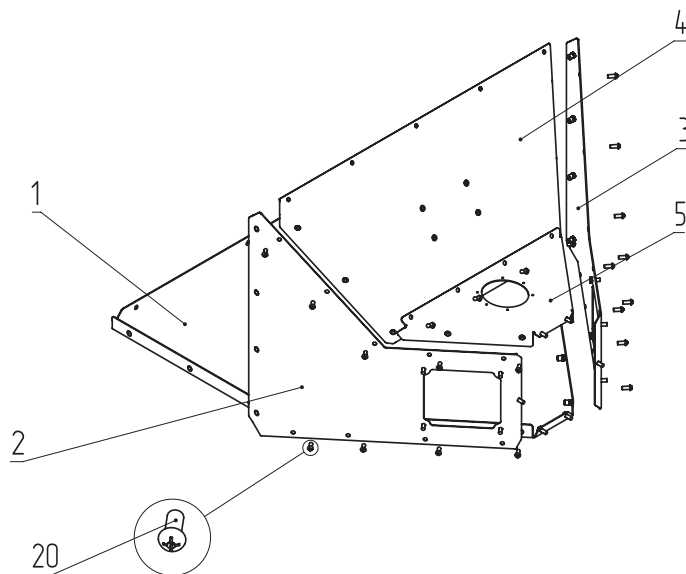
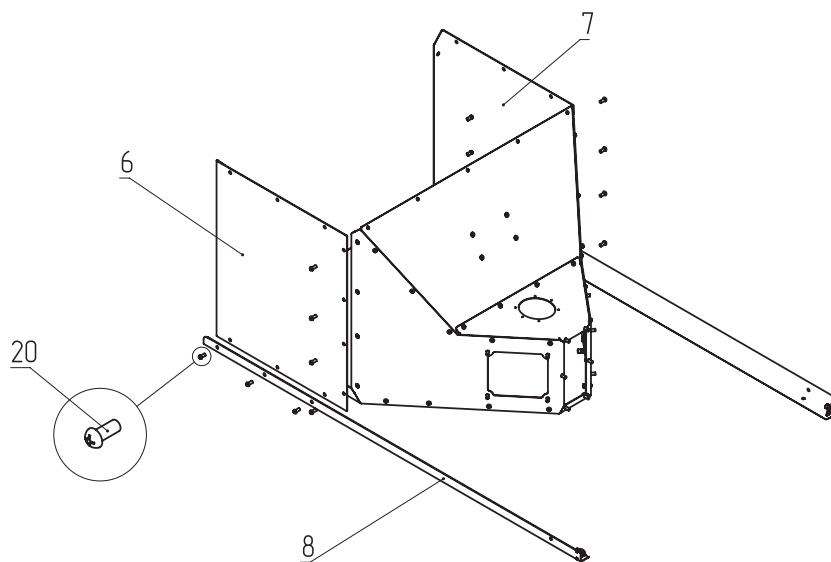
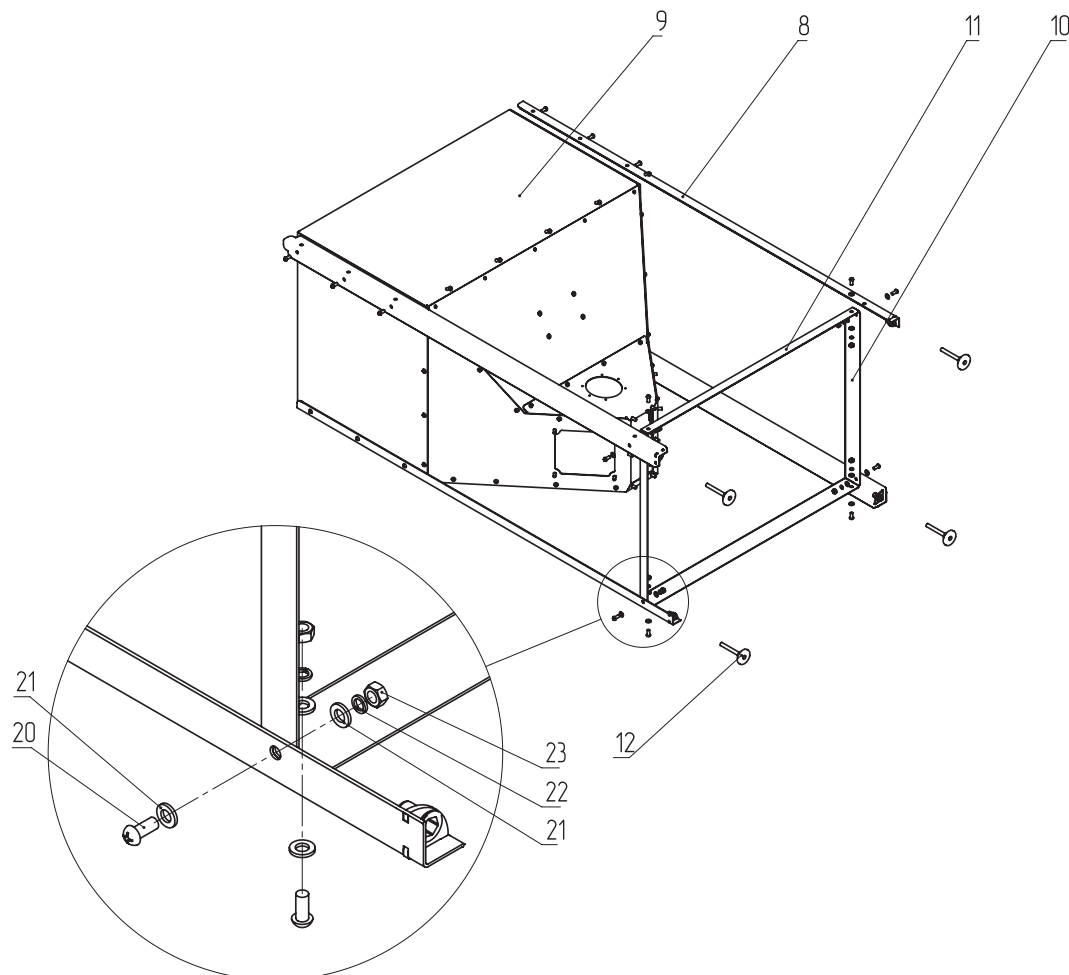
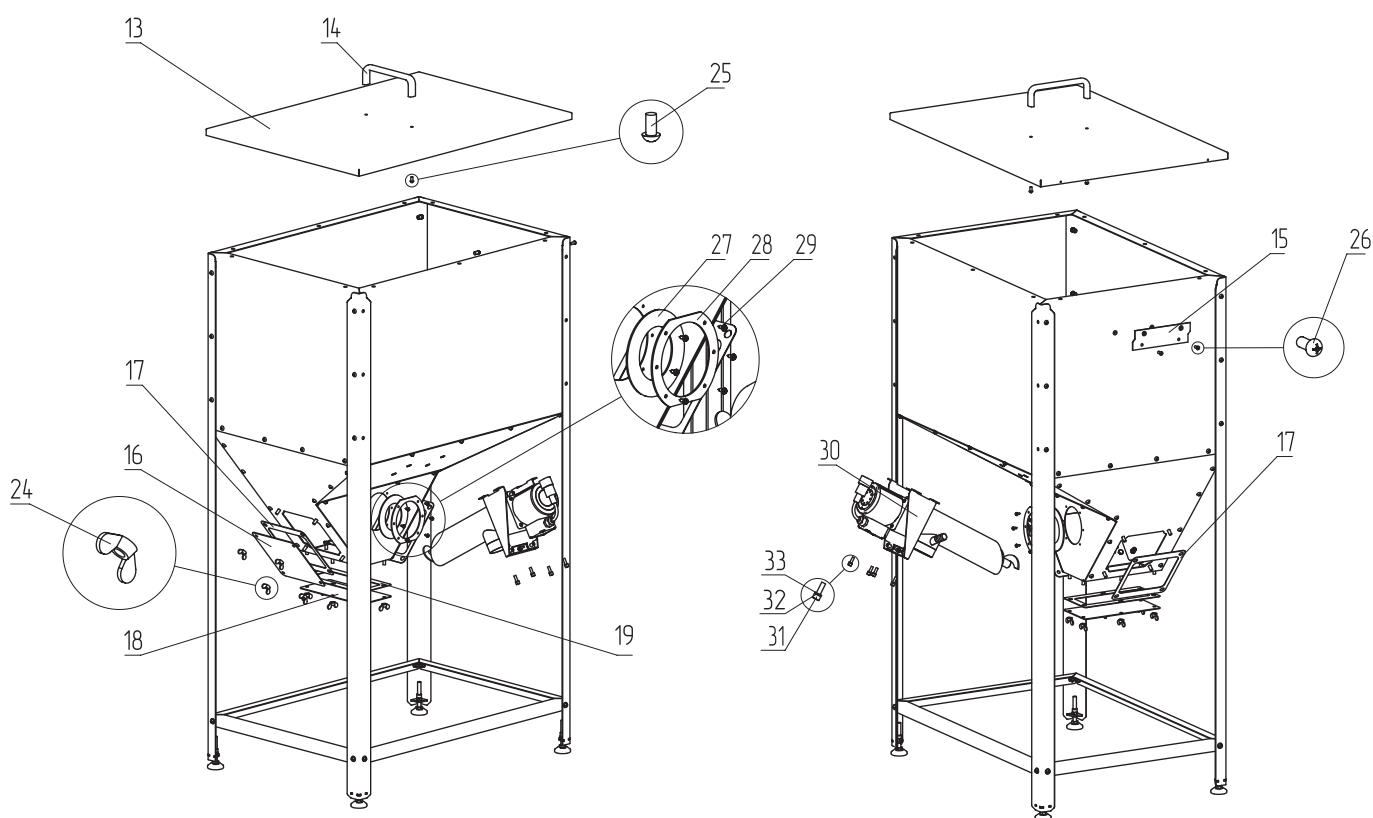

Рис. 10 Порядок сборки бункера
Рис. 11 Порядок сборки бункера
Рис. 12 Порядок сборки бункера
Рис. 13 Порядок сборки бункера
1. Прикрутите к стенке главной (Рис. 10, поз. 1) стенку бункера наклонную переднюю (Рис. 10, поз. 2), стенку бункера наклонную заднюю (Рис. 10, поз. 3), стенку бункера наклонную правую (Рис. 10, поз. 4) и трапецию (Рис. 10, поз. 5);
2. Скрепите детали винтами (Рис. 10, поз. 20), как показано на Рис. 10;
3. К собранной детали (Рис. 10) прикрутите стенку верхнюю переднюю (Рис. 11, поз. 6), стенку верхнюю заднюю (Рис. 11, поз. 7) и стойки бункера (Рис. 11, поз. 8);
4. Зафиксируйте их винтами (Рис. 11, поз. 20), как показано на Рис. 11;
5. К собранной детали (**Рис. 11**) прикрутите стенку верхнюю правую (**Рис. 12, поз. 9**) и стойки бункера (**Рис. 12, поз. 8**) и зафиксируйте их винтами;
6. Укрепите стойки бункера поперечными перекладинами (**Рис. 12, поз. 11**);
7. Зафиксируйте их винтами (**Рис. 12, поз. 20**), шайбами (**Рис. 12, поз. 21, 22**) и гайками (**Рис. 12, поз. 23**), как показано на **Рис. 12**;
8. В стойки бункера вкрутите опоры резьбовые регулируемые (**Рис. 12, поз. 12**). Данные опоры служат для регулирования высоты и уровня бункера.
1. Установите прокладку механизма подачи (верхнего) (Рис. 13, поз. 27) и пластину прокладки механизма подачи (верхнего) (Рис. 13, поз. 28);
2. Зафиксируйте их саморезами (Рис. 13, поз. 29);
3. Установите механизм подачи (верхний) (Рис. 13, поз. 30);
4. Закрепите механизм подачи (верхний) к стенке наклонной правой (Рис. 10, поз. 4) четырьмя винтами (Рис. 13, поз. 31) и шайбами (Рис. 13, поз. 32, поз. 33);
5. Установите прокладки прочистных лючков (Рис. 13, поз. 17, 19) в нижней части бункера и на стенку бункера наклонную переднюю (Рис. 13, поз. 2);
6. Установите лючки прочистные (Рис. 13, поз. 16, 18);
7. Зафиксируйте лючки гайками (Рис. 13, поз. 24);
8. Установите кронштейн подвеса системы охлаждения топливопровода (Рис. 13, поз. 15) на стенке бункера верхней задней (Рис. 13, поз. 7);
9. Зафиксируйте кронштейн винтами (Рис. 13, поз. 26), как показано на Рис. 13;
10. Прикрутите ручку (Рис. 13, поз. 14) к крышке бункера (Рис. 13, поз. 13) винтами (Рис. 13, поз. 25);
11. Наденьте крышку на бункер, как показано на Рис. 13;